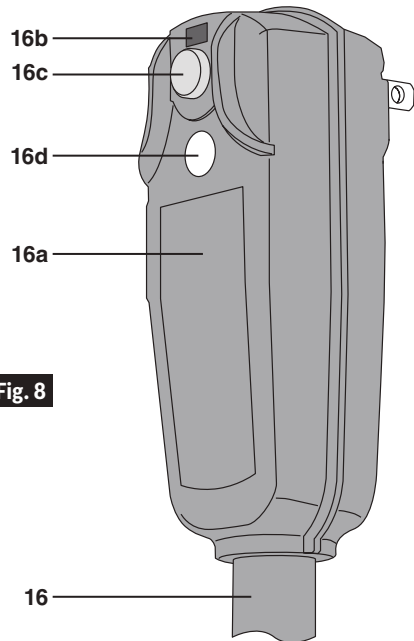

Fig. 8
1. Enchufe la unidad de GFCI **16a** en un tomacorriente. Debería ver el color rojo a través de la ventana indicadora **16b** (Fig. 8).
2. Presione el botón de "PRUEBA" **16d**. El color rojo debería desaparecer de la ventana indicadora (Fig. 8).
3. Presione y suelte el botón "RESTABLECIMIENTO" **16c**. El color rojo debería reaparecer de la ventana indicadora (Fig. 8).